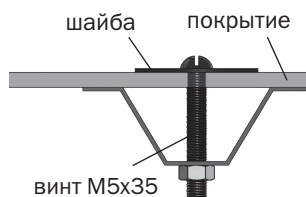

Рис.16
3. Установите боковины торца в соответствии с рис.24. Придерживая кусок покрытия, закрепите его винтами с шайбами по деталям **6к, 7, 8** (рис.16) и по уголкам с помощью самонарезных винтов с шайбами. Отверстия для винтов выполняются сверлом диаметром 5 мм изнутри теплицы через готовые отверстия в деталях каркаса. Установите куски «коньковой панели», закрепляя их на уголки с помощью самонарезного винта с шайбой. Нахлест с боковинами срезать.